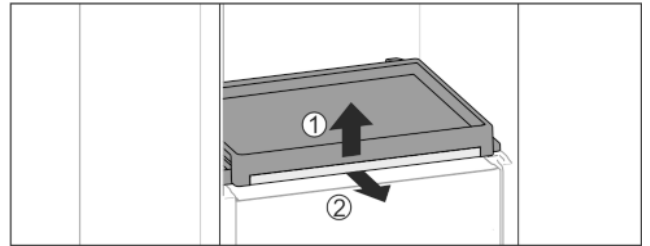

Fig. 36
- ▶ Витягніть витяжну панель зі скляною полицєю: Підніміть трохи скляну полицю спереду Fig. 36 (1) та витягніть вперед Fig. 36 (2).